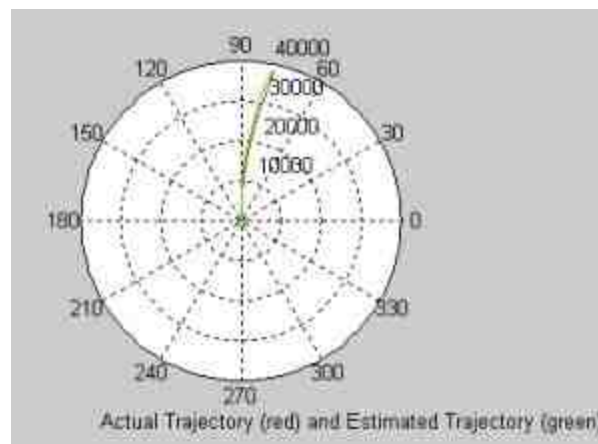
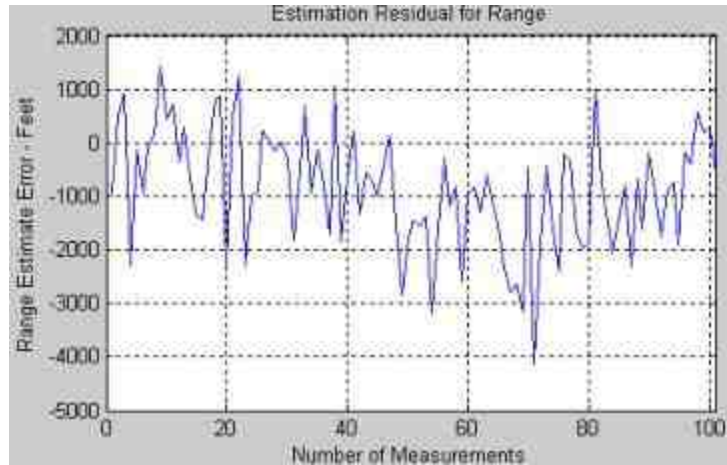

图20.61 雷达获取的飞机轨迹
图20.62 实际轨迹和模拟轨迹的误差曲线
**例20.9** 使用Simulink来创建雷达飞行轨迹系统，并根据仿真得到的结果绘制各种参数的图形，其中雷达获取的飞机运动轨迹和模拟的运动轨迹如图20.61所示。同时，为了分析系统模拟的精度，系统需要分析实际轨迹和模拟轨迹的偏差程度，绘制偏差程度的图形，如图20.62所示。